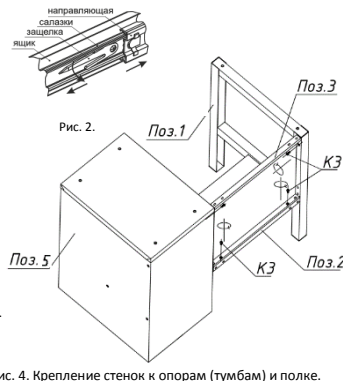

Рис. 4. Крепление стенок к опорам (тумбам) и полке.
- Прикрепить Стенку поз. 3 к Опорам (Тумбам) и Полке, с помощью винтов K3 (см. Рис. 4).